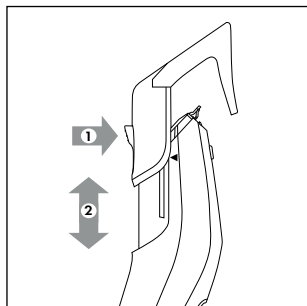
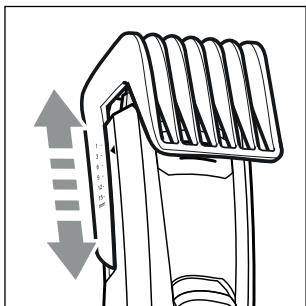

Fig. 3
Fig. 4
- ◆ Premere il pulsante situato sul lato posteriore dell'inserto pettine **10/11** e fare scorrere l'inserto pettine **10/11** verso l'alto o verso il basso (vedere fig. 3). In questo modo si regola la lunghezza di taglio desiderata (vedere anche il capitolo **Taglio dei capelli**).
- 3) Regolare la lunghezza di taglio nell'inserto pettine 10/11 in funzione della lunghezza di taglio desiderata. Per farlo premere il pulsante situato sul lato posteriore dell'inserto pettine 10/11 e fare scorrere l'inserto pettine 10/11 verso l'alto o verso il basso (vedere fig. 3). Le lunghezze di taglio si possono vedere dai segni sul lato dell'inserto pettine 10/11 (vedere fig. 4). Iniziare dapprima con una lunghezza di taglio maggiore e durante il taglio utilizzare gradualmente lunghezze di taglio minori.
- ◆ Regolare la lunghezza di taglio nell'inserto pettine 10/11 in funzione della lunghezza di taglio desiderata. Per farlo premere il pulsante situato sul lato posteriore dell'inserto pettine 10/11 e fare scorrere l'inserto pettine 10/11 verso l'alto o verso il basso (vedere fig. 3). Le lunghezze di taglio si possono vedere dai segni sul lato dell'inserto pettine 10/11 (vedere fig. 4). A questo punto accorciare la barba gradualmente.